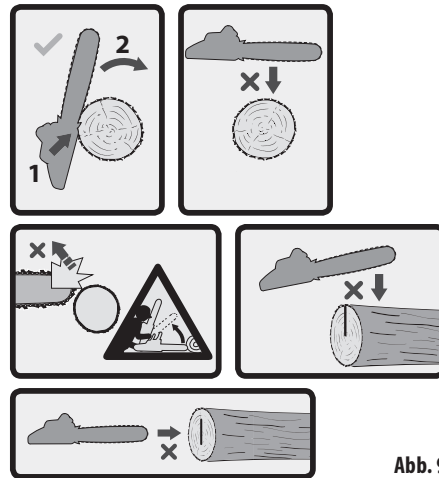

Abb. 9
4. Setzen Sie die Säge mit dem unteren Teil des Krallenanschlags (Abb. 8 und Abb. 9) auf dem Stamm auf und drehen Sie die Säge mit leichtem Druck auf den vorderen Griff auf die gegenüberliegende Seite des Stamms, sodass die Führungsschiene zum Boden zeigt. Durch eine Rückwärtsbewegung der Säge setzen Sie den Krallenanschlagn tiefer auf den Holzstamm und wiederholen Sie den Vorgang, bis der Stamm durchgeschnitten ist (Abb. 8 und Abb. 9).